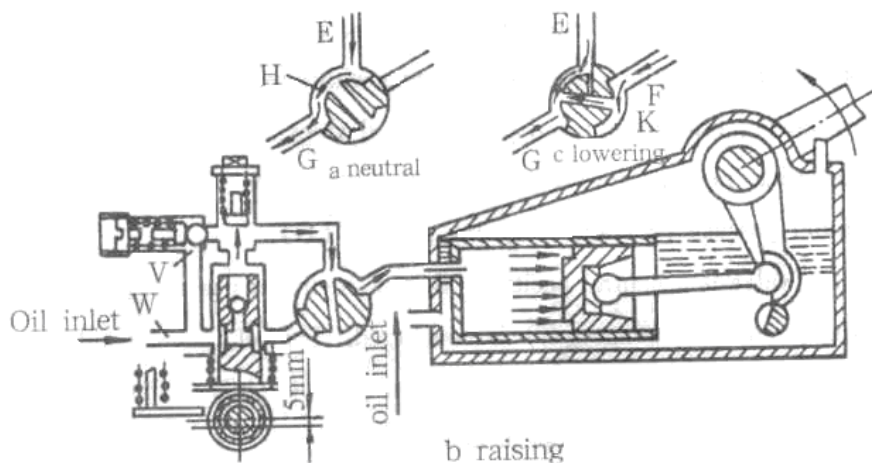

Рис. 3-26. Принцип работы гидравлической системы.
Контрольный клапан имеет 3 положения: опускания, поднимания и нейтральное (рис.3-26) для управления потоком масла (Е), потоком цилиндра (F) и обратным потоком (G).